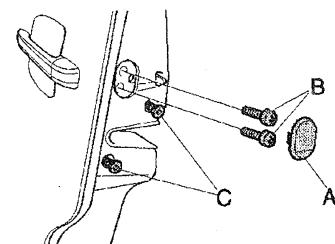

Рис.6.35.
37. Удалить ручку (рис.6.35) и освободить контактное устройство и пучок проводов. Удалить винты (С) и вынуть весь механизм замка.